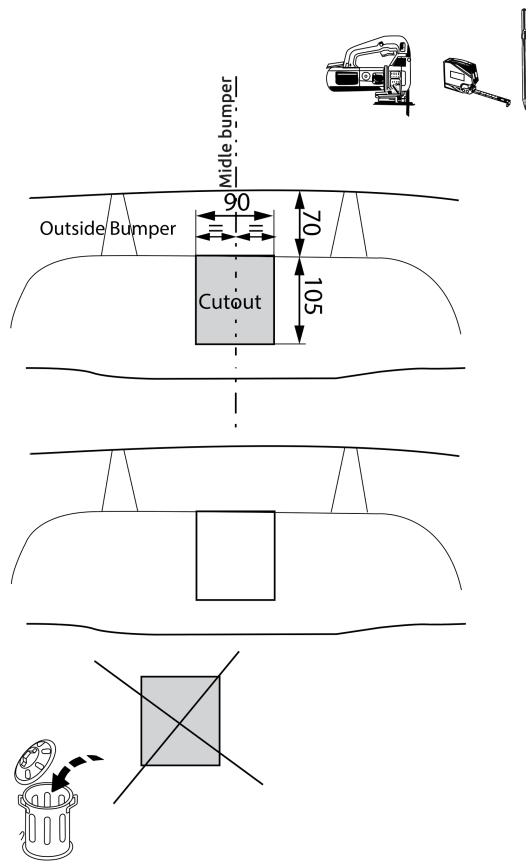

Fig. 3
6. Выпилить обозначенную часть, как указано на рис. 3.